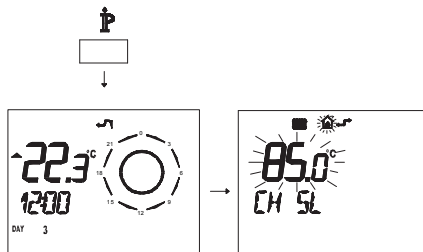

Figura 5.48
- Premere per più di 3 secondi il pulsante **IP** para per entrare in modalità **INFO** (Figura 5.48).